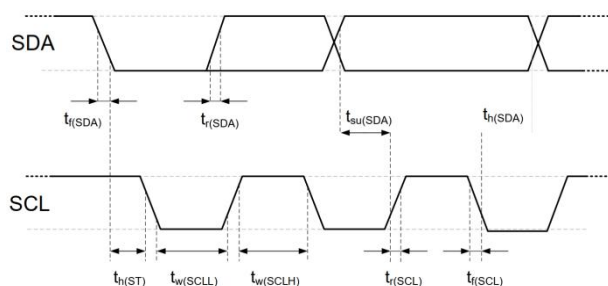

图9 数字输入/输出端的时序图、缩略语在表7中进行了解释。较粗的SDA线由传感器控制、普通的SDA线由单片机控制。请注意SDA有效读取时间由前一个转换的下降沿触发。
SDA引脚用于传感器的数据输入和输出。当向传感器发送命令时，SDA在串行时钟（SCL）的上升沿有效，且当SCL为高电平时，SDA必须保持稳定。在SCL下降沿之后，SDA值可被改变。为确保通信安全，SDA的有效时间在SCL上升沿之前和下降沿之后应该分别延长至 $T_{SU}$  and  $T_{HO}$ 下-参考图9。当从传感器读取数据时，SDA在SCL变低以后有效 (TV)，且维持到下一个SCL的下降沿。
电气特性, 如功耗、输入和输出的高、低电平电压等, 依赖于电源供电电压。为了使传感器通讯顺畅, 很重要的一点是, 确保信号设计严格限制在表6、7和图9所给出的范围内)。
表7 I2C快速模式数字输入/输出端的时序特性。具体含义在图9有所显示，除非另有注明。